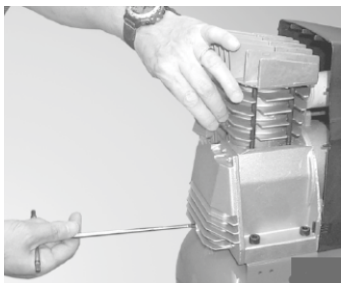

Рис. 13
1. Приоткрыть пробку маслозаливного отверстия (рис. 13);